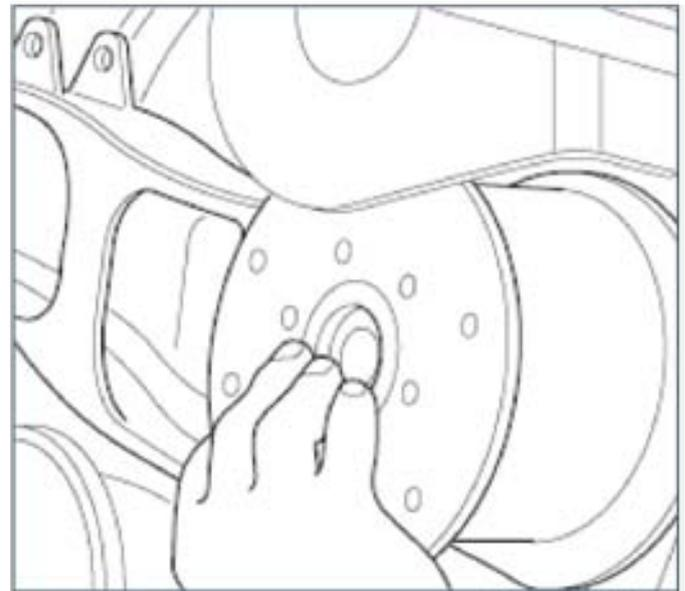
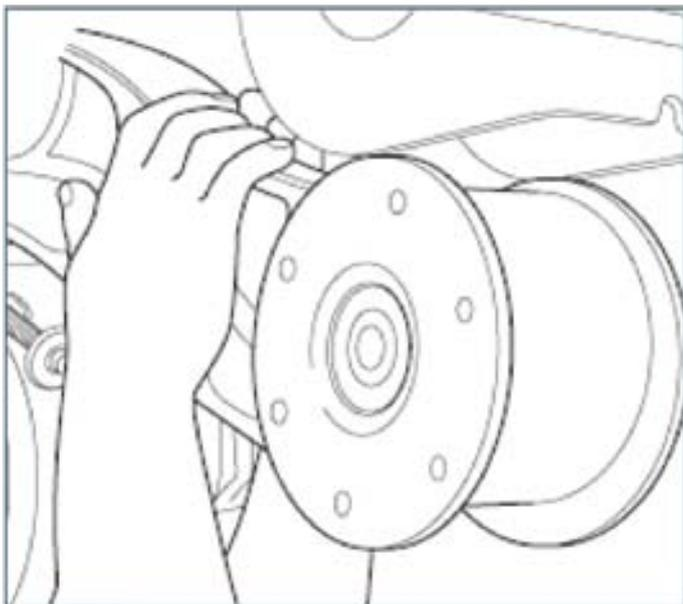
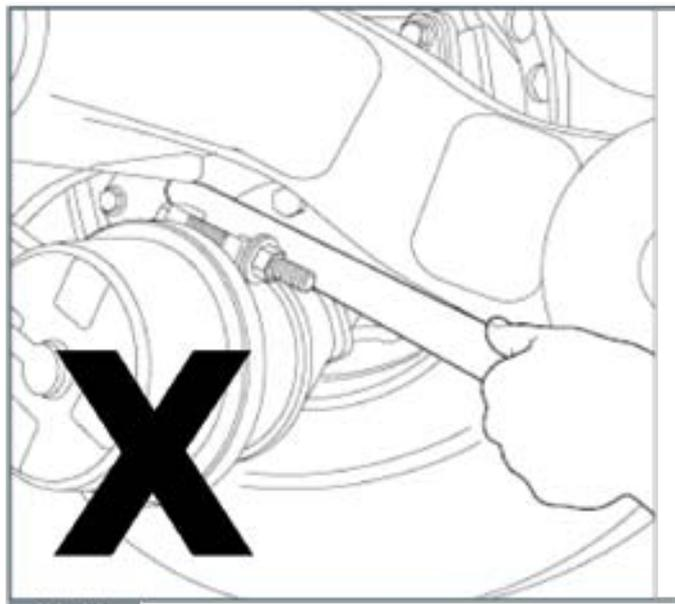

Abb. 4.23
Abb. 4.24
Abb. 4.25
8. Drehen Sie den Längslenker vorsichtig, um ihn vom Anhängertragarm zu lösen (Abb. 4.23) und (Abb. 4.24). Hebeln Sie die Bremskammer **NICHT** wie in Abb. 4.25 gezeigt aus.